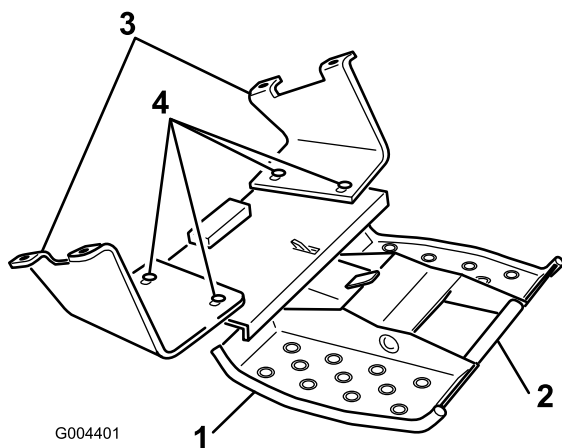

Bild 4
3. Ziehen Sie den Plattformgriff nach oben, um die Plattform zu verlängern (Bild 4).